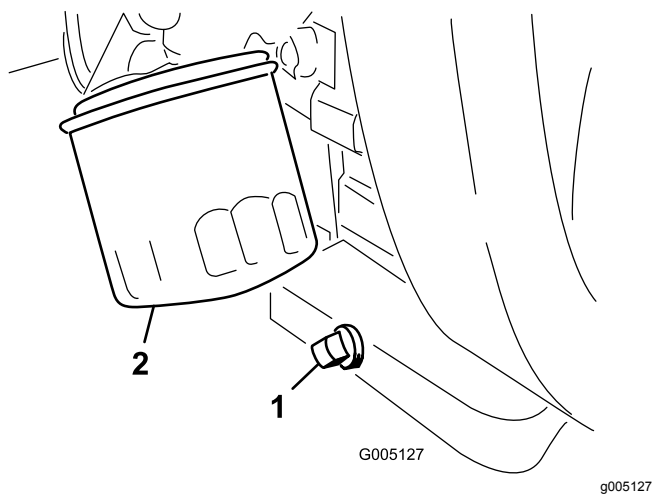

Figure 46
1. Retirez le bouchon de vidange (Figure 46) et laissez couler l'huile dans un bac de vidange. Remettez le bouchon quand la vidange est terminée.
2. Déposez le filtre à huile (Figure 46). Appliquez une fine couche d'huile sur le joint du filtre de rechange.